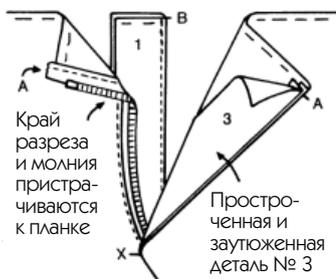

Рис. 458
3. Затем положите этот край на планку, как показано на рис. 458, и прострочите по вашей первой строчке (после небольшой тренировки такого рода закрепление можно выполнить с помощью одной строчки).
— Выверните на лицевую сторону и приутюжьте, сгоняя обтачку чуть в сторону от края (см. рис. 458).